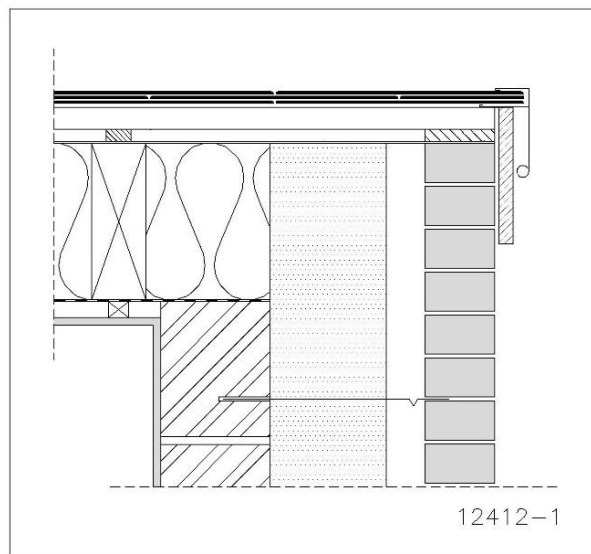

Fig. 21: Rives latérales avec finition en zinc
- Rives latérales avec profilé métallique (Fig. 21)